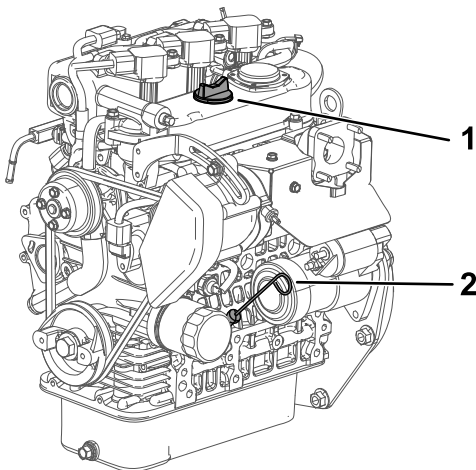

Figure 35
4. Retirez la jauge et essuyez-la sur un chiffon propre (Figure 35).
5. Insérez la jauge dans le tube en l'enfonçant au maximum (Figure 35).
6. Ressortez la jauge et vérifiez le niveau d'huile (Figure 35).
7. Si le niveau est trop bas, enlevez le bouchon de remplissage (Figure 35) et ajoutez la quantité d'huile nécessaire pour amener le niveau au repère maximum sur la jauge.
8. Revissez la jauge solidement en place (Figure 35).